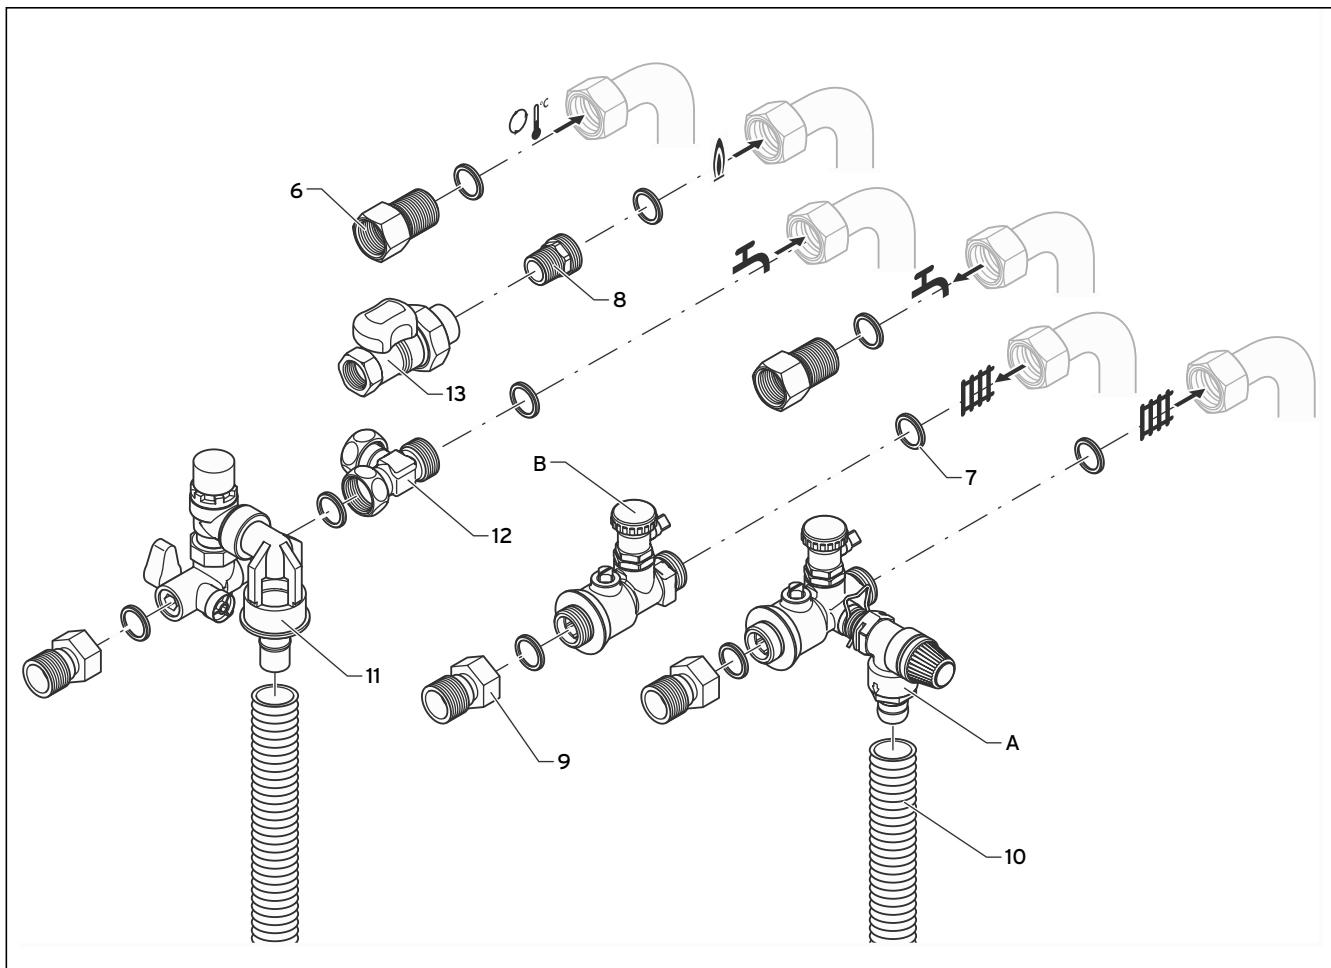

Abb. 4.6 Übersicht Geräteanschlüsse
- Lösen Sie die Tülle am Gashahn (13) und hanfen Sie das R1/2-Gewinde des Anschluss-Stücks Gas (8) in die Tülle des Gashahns ein.
- Montieren Sie den Gashahn am Geräteanschluss. Siehe Abb. 4.6.
- Führen Sie die hausseitige Leitung für die Gasanbindung an den Gashahn (13) heran und hanfen Sie die Leitung ein.
- Montieren Sie den Wartungshahn (B) an den Geräteanschluss. Siehe Abb. 4.6.
- Schrauben Sie das Anschluss-Stück (9, siehe Abb. 4.6) an den Wartungshahn (B).
- Führen Sie die hausseitige Leitung für den Heizkreisvorlauf an das Anschluss-Stück (9) heran und hanfen Sie die Leitung ein.
- Montieren Sie den Wartungshahn (A) an den Geräteanschluss. Siehe Abb. 4.6.
- Schrauben Sie das Anschluss-Stück (9, siehe Abb. 4.6) an den Wartungshahn (A).
- Führen Sie die hausseitige Leitung für den Heizkreisrücklauf an das Anschluss-Stück (9) heran und hanfen Sie die Leitung ein.
- Stellen Sie mit dem Ablauchschlauch (10, siehe Abb. 4.6) die Verbindung zwischen dem Sicherheitsventil (3, siehe Abb. 4.1) und dem Ablauftrichter (14, siehe Abb. 4.1) her.
- Montieren Sie die Sicherheitsgruppe (11) am Geräteanschluss. Siehe Abb. 4.6.
- Montieren Sie den Ablauchschlauch (10, siehe Abb. 4.6) an die Sicherheitsgruppe (11).
- Montieren Sie das Anschluss-Stück (9, siehe Abb. 4.6) an die Sicherheitsgruppe (11).
- Führen Sie die hausseitige Leitung für Trinkwasser an das Anschluss-Stück (9) heran und hanfen Sie die Leitung ein.
- Stellen Sie mit dem Ablauchschlauch (10) die Verbindung zwischen dem Sicherheitsventil (24) und dem Ablauftrichter (14) her.
- Montieren Sie das T-Stück (12) flachdichtend am Geräteanschluss. Siehe Abb. 4.6.
- Montieren Sie die Sicherheitsgruppe (11) flachdichtend am T-Stück (12).
- Montieren Sie das Anschluss-Stück (9) flachdichtend an die Sicherheitsgruppe (11).
- Montieren Sie den Ablauchschlauch (10, siehe Abb. 4.6) an den Sicherheitsgruppe (11).
- Verbinden Sie den seitlichen Anschluss des T-Stücks (12) mit dem Trinkwasserausdehnungsgefäß.
- Montieren Sie das Anschluss-Stück (6) flachdichtend an den Geräteanschluss Trinkwasser (warm). Siehe Abb. 4.6.
- Führen Sie die hausseitige Leitung für Trinkwasser an das Anschluss-Stück (6) heran und hanfen Sie die Leitung ein.